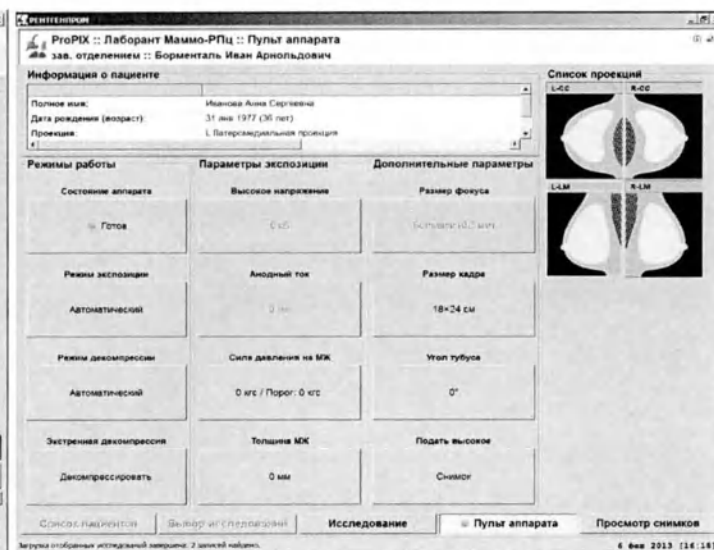

Рисунок 37 – Диалог получения снимка (Пульт аппарата)
Появится диалоговое окно получения снимка (рис.37).
8.6. Выбрать левой клавишей мыши проекцию и, при необходимости **назначить режимы и параметры экспозиции** (рис.37).
В поле «Состояние аппарата» (рис.37) показан сигнал готовности маммографа к съемке.